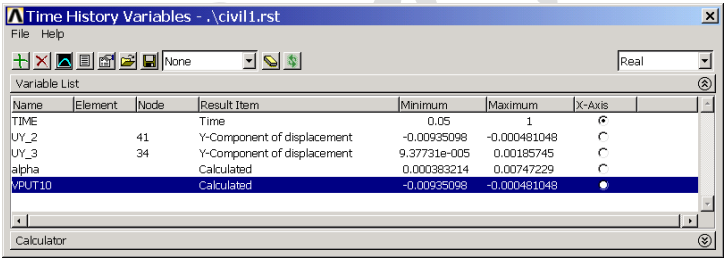

图7.18 生成的VPUT10变量
(3) 单击 Main Menu>TimeHist Postpro> Variable Viewer 菜单可查看新生成的变量，如图 7.18 所示。